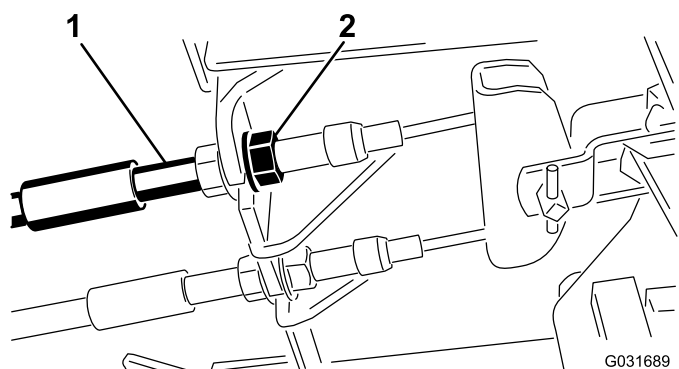

Figura 89
1. Para reducir la holgura de los pedales de freno, apriete los frenos aflojando la tuerca delantera del extremo roscado del cable de freno (Figura 89).